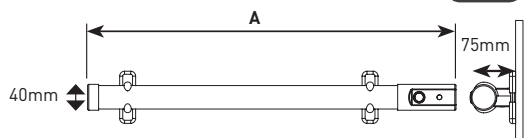

Fig.2
- Die Abmessungen des Heizgerätes werden in [Abb. 2] dargestellt.